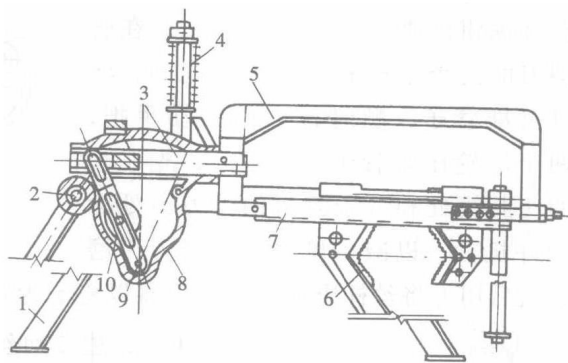

图 1-15 割管锯结构示意
(2) 机械锯割。机械锯割通常用往复式锯床切割, 适用于大批量的锯割。图 1-15 是往复式锯床的结构示意。常用的 G72 型锯床的最大锯管直径为 250mm。